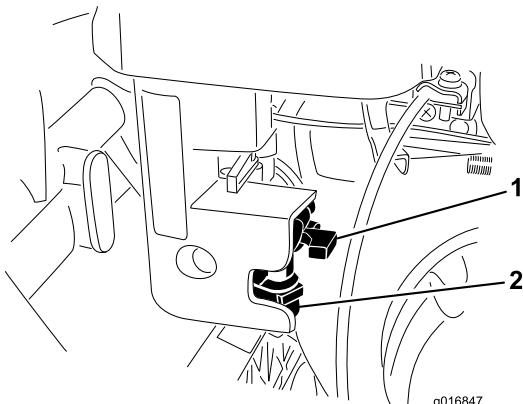

Рисунок 36
1. Закройте отсечный топливный клапан и вывинтите топливный отстойник из корпуса фильтра (Рисунок 36).